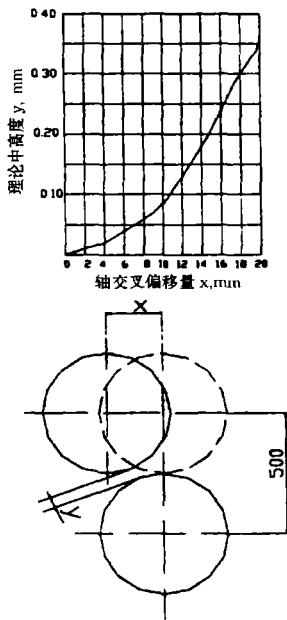

图2 轴交叉偏移量x和辊距增大量y坐标曲线
2. 辊筒轴线交叉法的挠度补偿方法。辊距横压力增大可作为辊筒变形的补偿,也可改善在第一个辊距内胶料的分布。使一个辊筒轴线与相配辊筒轴线,在一个平面由平行状态偏移成为轴线交叉状态,从而使两个相配辊筒从中间向两边增大,达到补偿挠度目的。用轴交叉补偿挠度比中高度法方便,适应性广泛,可与中高度法配合使用。一般情况下,交叉量越大,误差越大。为避免误差及轴承体的偏转太大,偏转角  $\Phi < 2^\circ$ 。实际应用中,轴交叉装置适合加工精度值为 0.05mm,一般将轴交叉偏移量  $x$  和辊距增大量  $y$  绘成坐标曲线(如图 2)。